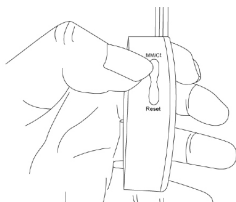
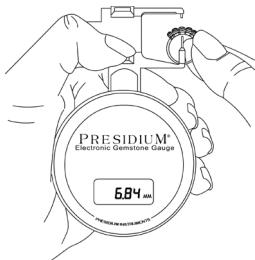

Рис. 2.3
Рис. 2.5
- Нажмите кнопку «ММ/Ст» («мм/карат») (Рис. 2.3) для преобразования размеров в мм в вес в каратах и наоборот.
- Медленно задвиньте ползунок (Рис. 2.5), на экране дисплея сразу появится показание. Нажмите кнопку «ММ/Ст» («мм/карат») (Рис. 2.3) для преобразования размеров в мм в вес в каратах и наоборот.